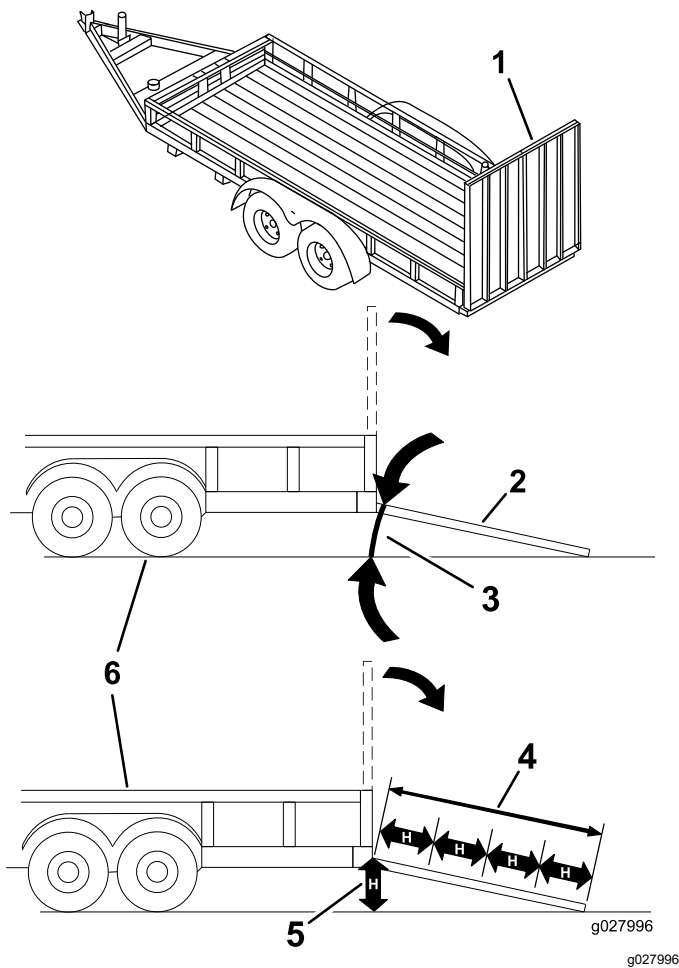

Рисунок 39
При погрузке машины на прицеп или грузовик повышается вероятность опрокидывания, что может привести к получению тяжелой травмы или гибели (Рисунок 39).
3. Опустите наклонный въезд, убедившись, что угол между наклонным въездом и поверхностью земли не превышает 15 градусов (Рисунок 39).
1. Опустите наклонный въезд, убедившись, что угол между наклонным въездом и поверхностью земли не превышает 15 градусов (Рисунок 39).